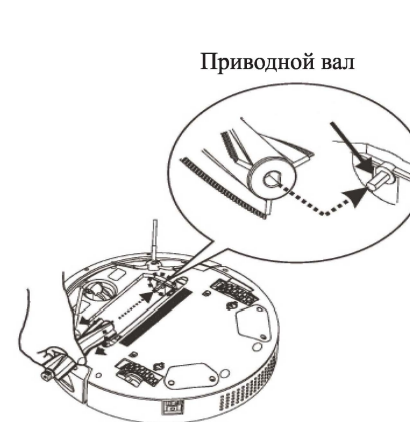

Рис. 28
1. Установите правый конец вращающейся щетки в приводной вал согласно рис.28 (Подсказка: Сделать это проще вращая щетку).